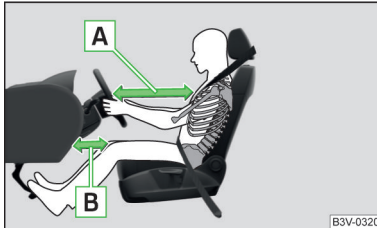

Abb. 22
- Für den Fahrer und Beifahrer ist es wichtig, einen Abstand von mindestens 25 cm zum Lenkrad bzw. zur Schalttafel einzuhalten » Abb. 22 - A. Wenn Sie diesen Abstand nicht einhalten, kann Sie das Airbag-System nicht schützen - Lebensgefahr! Die Vordersitze und die Kopfstützen müssen immer der Körpergröße entsprechend richtig eingestellt sein.
- Den Fahrersitz in Längsrichtung so einstellen, dass der Abstand der Beine zur Schalttafel im Bereich des Knieairbags mindestens 6 cm beträgt » Abb. 22 - B. Falls es aus Gründen der Körpergröße nicht möglich sein sollte, diese Bedingung zu erfüllen, dann ist ein Fachbetrieb aufzusuchen.